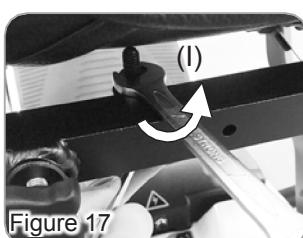

Figure 17
1. Desserrez les vis (I) à l'aide d'une clé et d'une clé hexagonale.
2. Appuyez sur les ressorts (J) pour les retirer du support coulissant du siège.
3. Tirez sur les ressorts du siège et maintenez-les pour libérer le loquet de siège (K).
4. Poussez le support du siège (L) avec les pouces vers l'arrière du scooter pour dégager le siège du loquet.
- ❖ Lorsque vous remettez le siège en place, insérez-le dans le support coulissant du siège. Poussez le siège vers l'avant du scooter (point vert), serrez les vis (figure 17) et réinstallez les ressorts dans le support coulissant du siège (J).